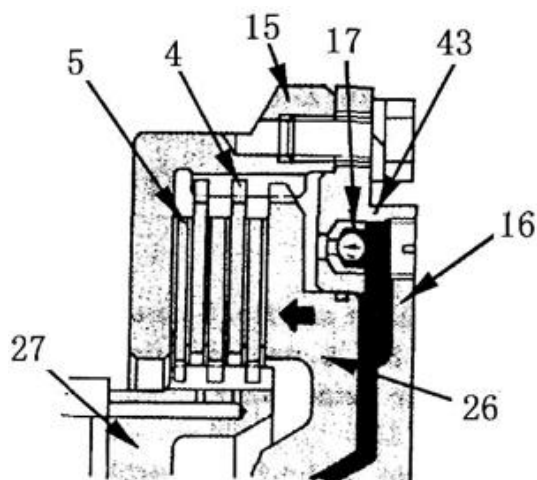

Рис. 5-27
Выключение муфты производится посредством оттяжной пружины (33), которая устанавливает поршень (3) в первоначальное положение после прекращения подачи масла под давлением (см. Рис. 5-27). Функция дисковой пружины (42) заключается в увеличении рабочей скорости поршня (3) и разъединяющего эффекта дисков.